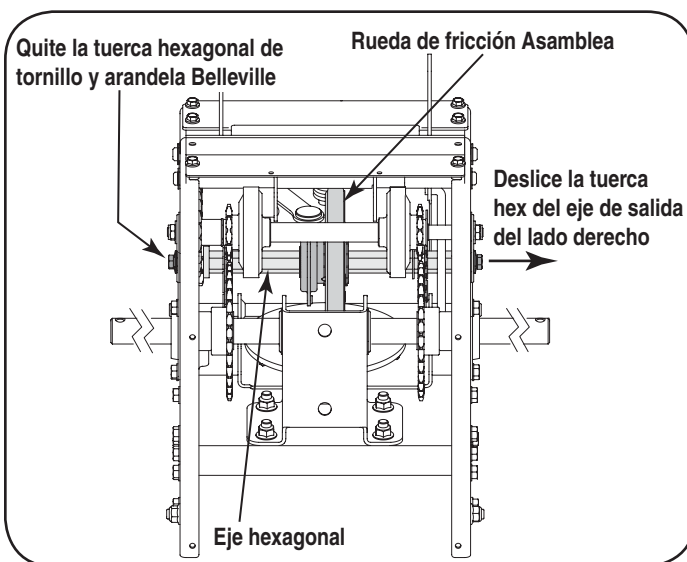

Figura 35
- El uso de un 3 / 4 “Llave, mantenga el eje hexagonal y extraiga el tornillo hexagonal y arandela Belleville y teniendo de lado izquierdo del marco. Consulte la Figura 35.